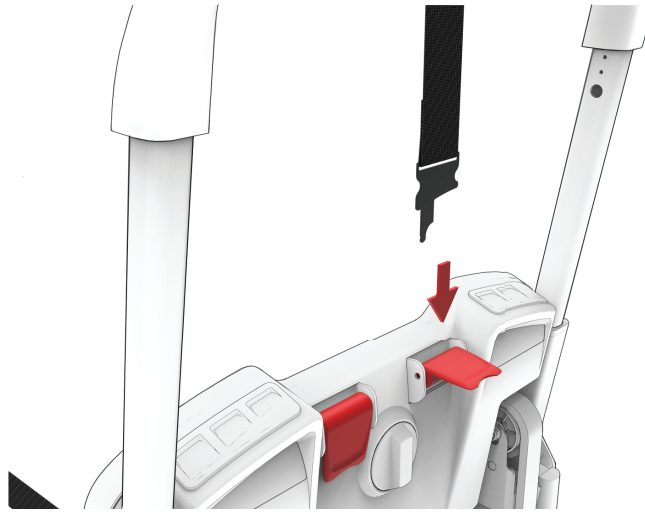

**Рисунок 22 – Место расположения защелки ремня спинки на стойке**
4. Закрепите защелку расположенного справа ремня спинки на стойке спинки с правой стороны (Рисунок 22). Тяните защелку ремня спинки вверх, пока не зафиксируется меньшее отверстие.